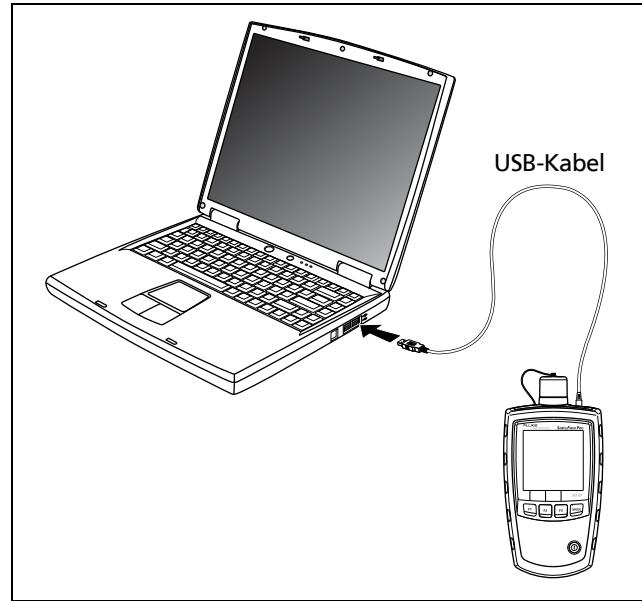

Abbildung 14. Anschluss an einen PC
- 3 Das Messgerät mit dem gelieferten USB-Kabel an den PC anschließen, siehe Abbildung 14.